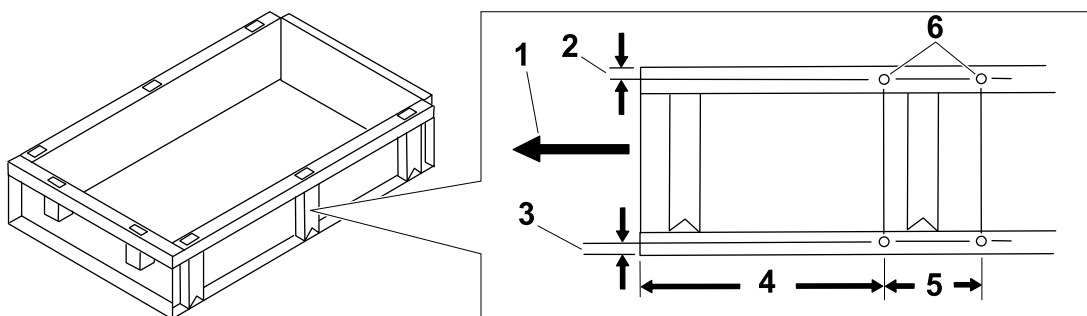

Рисунок 1
1. Определите и отметьте расположение отверстий в кузове (Рисунок 1).
2. Используя сверло диаметром 13/32 дюйма, просверлите отверстия в отмеченных местах (Рисунок 1).